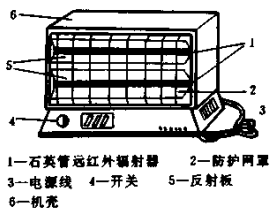

图 2-6-7 一般家用石英管远红外辐射加热器结构
4. 远红外取暖器：同普通辐射式空间取暖器结构很相似，都是靠辐射来传递热量的，但普通辐射式取暖器所辐射的都是近红外线。远红外区的射线，有更多的吸收带，更为显著的加热效果。远红外取暖器正是将远红外辐射器所辐射出来的热能，直接照射到被加热物体上，并为其所吸收，达到取暖的目的。远红外取暖器的核心部件是电加热远红外辐射器，通常可分为柱状辐射器和板状辐射器两类。家用取暖器一般采用石英管远红外辐射器，结构如图2-6-7所示。